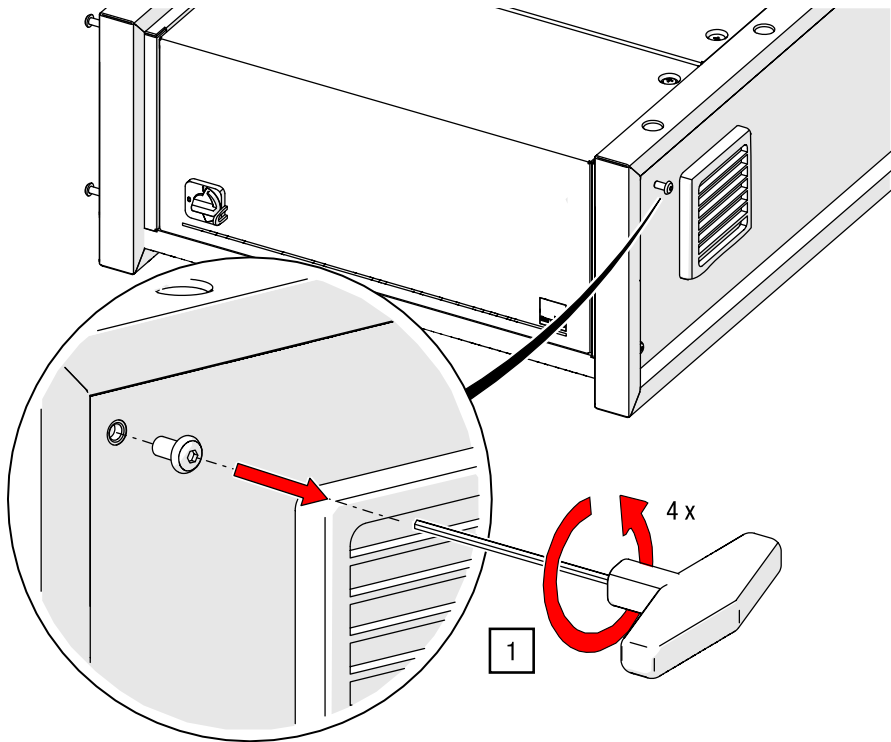

Abb. 20: Schrauben für die Montagewinkel der Steuerung G-FRAME lösen (Steuerungsmodell kann abweichen)
Steuerung G-FRAME	Das Bedienfeld ist an Frontseite der liegenden Steuerung montiert (siehe Abb. 20).
1. Lösen Sie die vier beidseitig vormontierten Innensechskantschrauben im vorderen Bereich des Gehäuses mit dem ISK SW 4 (siehe Abb. 20).